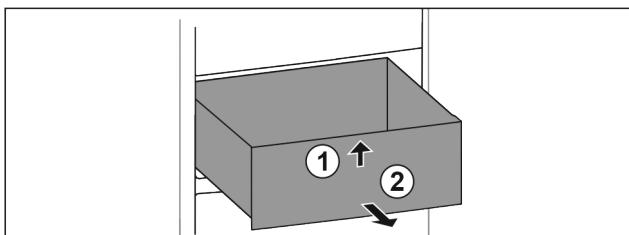

Fig. 61
- ▶ Nadvhňte zásuvku vpred. Fig. 61 (1)
- ▶ Odoberte zásuvku dopredu. Fig. 61 (2)